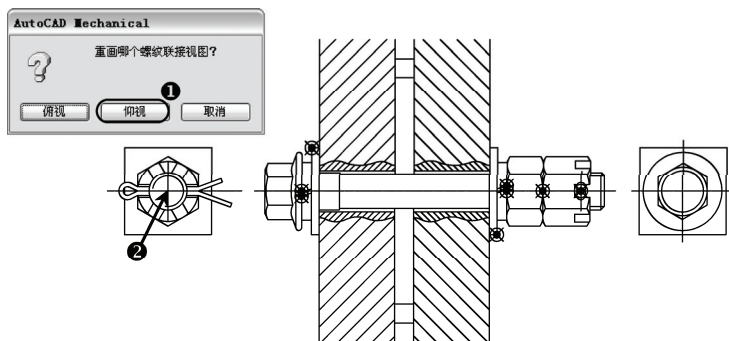

图 11-43 螺栓仰视图绘制完毕
6) 重复执行“增强视图”命令 (ampowerview), 为螺纹联接绘制仰视图, 如图 11-43 所示。